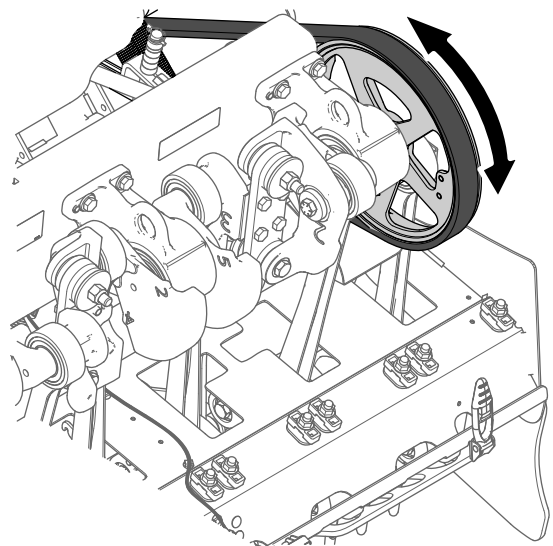
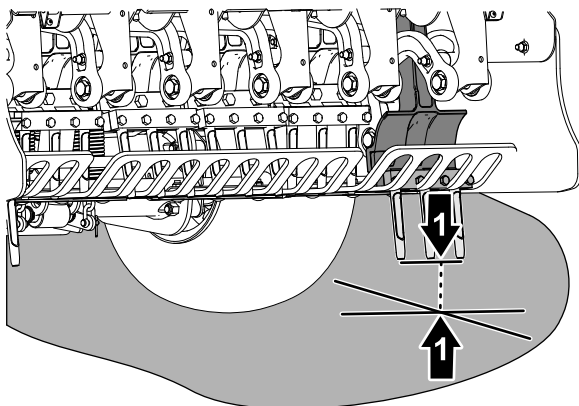

Figure 59
Figure 60
4. Faites tourner la poulie de la tête d'aération (Figure 59) jusqu'à ce que les louchets les plus à l'extérieur soient le plus près du sol (Figure 60).